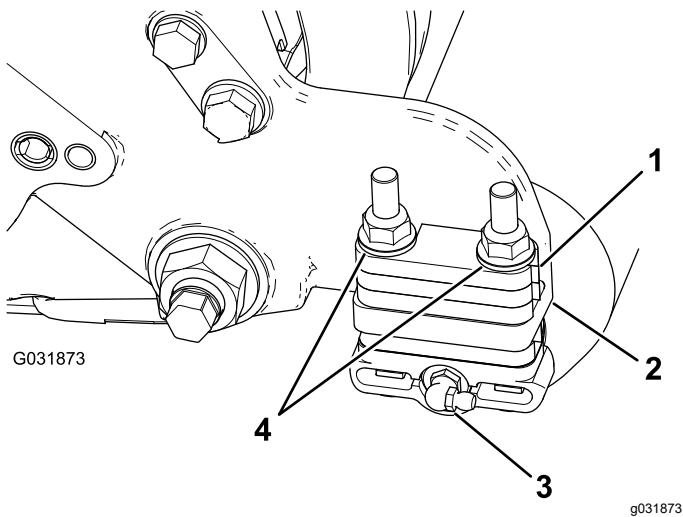

Figura 7
- Rimuovete il raccordo d'ingrassaggio per il rullo dal lato dell'elemento di taglio provvisto di alloggiamento della spazzola per rulli (Figura 7).
3. Togliete i 2 dadi di bloccaggio flangiati fissando ogni staffa del rullo alle piastre laterali (Figura 7).